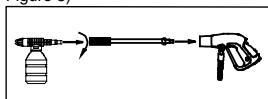

Figure 8 - Attach applicator to gun
4. Fixez l'applicateur de détergent au pistolet. (Voir Figure 8)